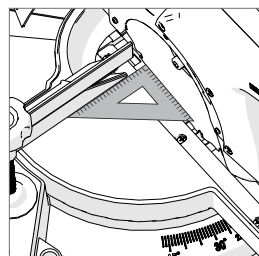

Fig. 18
- Posez l'équerre sur la table en plaçant un bord court contre le guide et l'autre bord court contre la lame (en évitant les pointes TCT) (**Fig. 18**).